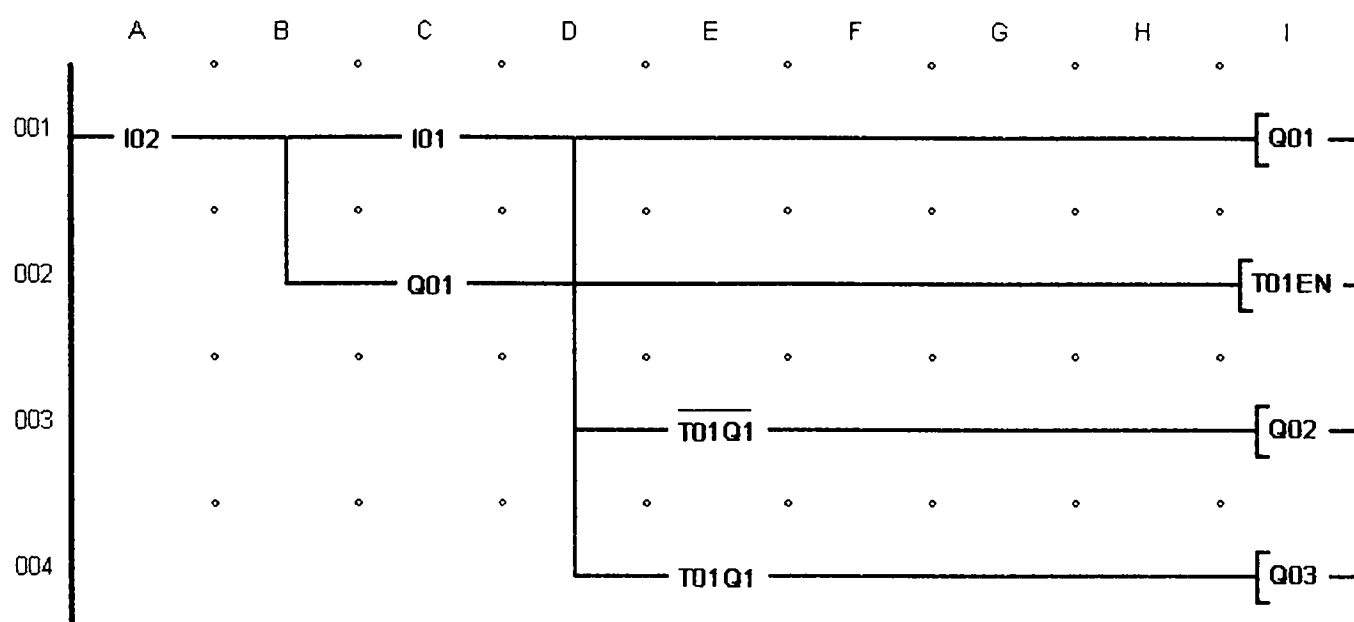

Рис. 9.7. Схема соединений №2
Схема соединений (программа, рис. 9.7). При нажатии кнопки SB1 на входе реле замыкается контакт I01 в схеме соединений, он устанавливает сигнал логической «1» на выходе Q1, что обеспечивает включение пускателя КМ1. Замыкающим контактом Q01 запускается реле времени T01. Его размыкающий контакт T01Q1 в начале процесса пуска замкнут и обеспечивает по выходу реле Q2 включение пускателя КМ2 при схеме соединения обмоток статора двигателя в «треугольник». По истечении выдержки времени реле T01 его размыкающий контакт размыкается, а замыкающий T01Q1 замыкается (строка 4), обеспечивая включение пускателя КМ3 и схемы соединения фазных обмоток двигателя в «треугольник».
Порядок выполнения лабораторной работы. В программе EASY-SOFT в режиме **Схема соединений** собрать схему, представленную на рис. 9.7. Установить выдержку времени реле T01 на замыкание контакта 3 с. перейти в режим **Имитация**. В панели инструментов во вкладке **Принцип работы I/R** установить контакты I1 как замыкающий, а I2 как размыкающий без фиксации. Щелчком по кнопке **Показание** выбрать в открывшемся меню вывод на индикацию выходов реле (Q). Открыть вкладку **Входы I** и включить выполнение режима **Имитация**. Щелкнув по изображению контакта I1 во вкладке **Входы I**, наблюдать в панели свойств последовательность изменения состояний выходов Q1-Q3.